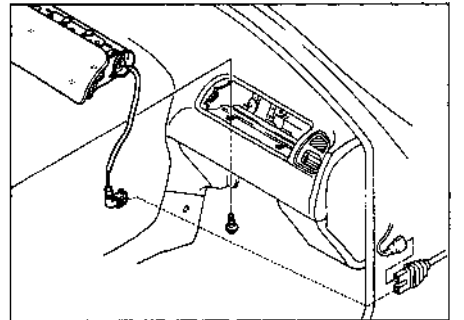

Рис. 25.8. Компоненты воздушного мешка со стороны пассажира - на моделях, выпускаемых с 1995 г.
- е) Снимите модуль воздушного мешка (см. рис. 25.8).